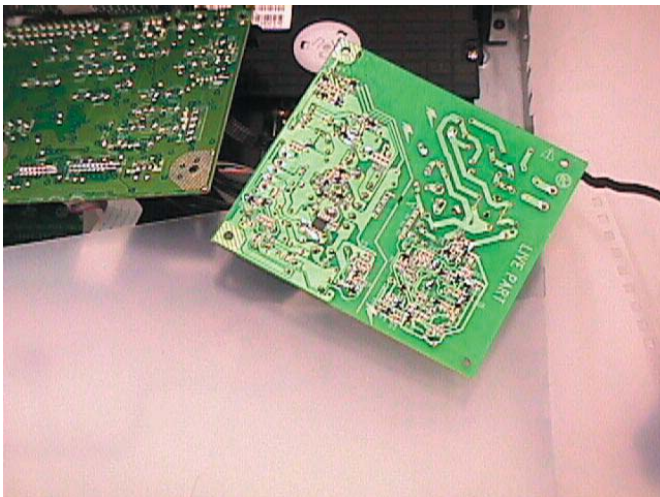

Figura 4-10: Posição de Serviço de PSU
- 2) Posição de Serviço do Paine PSU é dado na Figura 4-10.